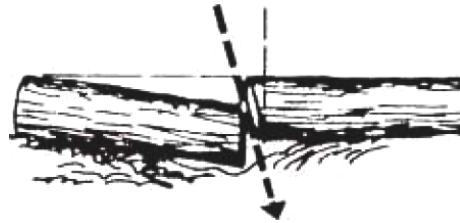

Рис.16
3. Если отпиленная часть бревна может осесть и прижать другую часть бревна, делается косой пропил (Рис.16).